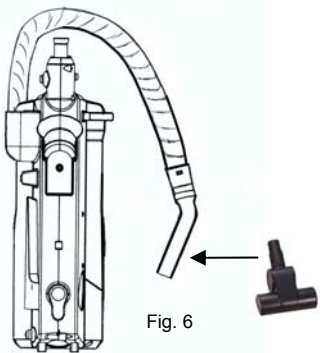

Fig. 6
1. Retirez le boyau souple du raccord du boyau (Fig. 6)